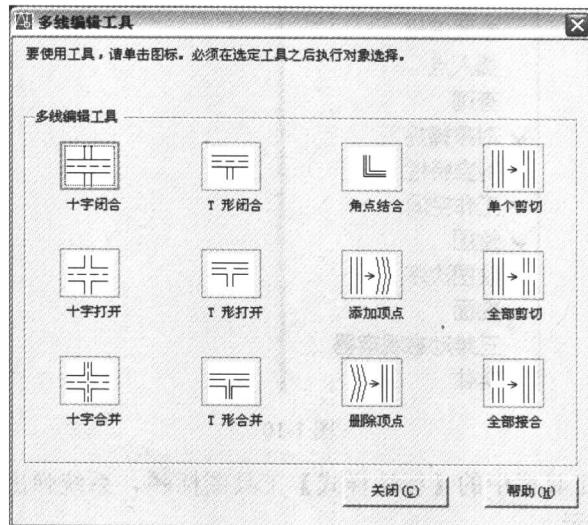

图 1-8
(8) 选择菜单栏中的【修改】→【对象】→【多线】命令, 弹出【多线编辑工具】对话框, 如图 1-8 所示。